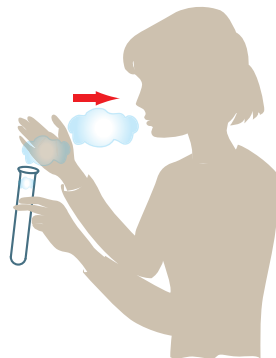

Рис. 3. Так нужно нюхать незнакомые вещества
3. При выяснении запаха веществ нельзя подносить сосуд близко к лицу, так как вдыхание паров и газов может вызвать раздражение дыхательных путей. Для ознакомления с запахом нужно ладонью руки сделать движение от отверстия сосуда к носу (рис. 3).